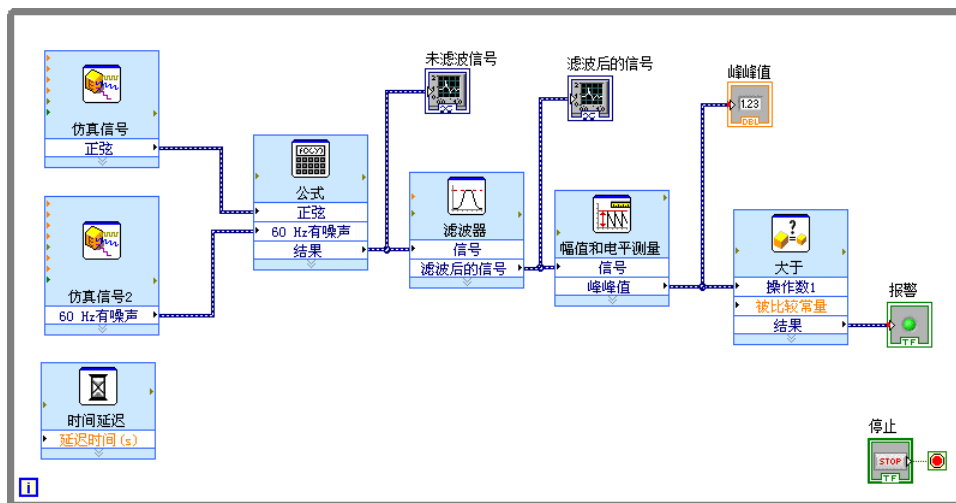

图 3-4 警告灯 VI 的程序框图
1. 在程序框图上，移动**报警**接线端至“大于”Express VI的右侧。确保**报警**接线端位于 While 循环内部。如图 3-4 所示。
程序框图如图 3-4 所示。